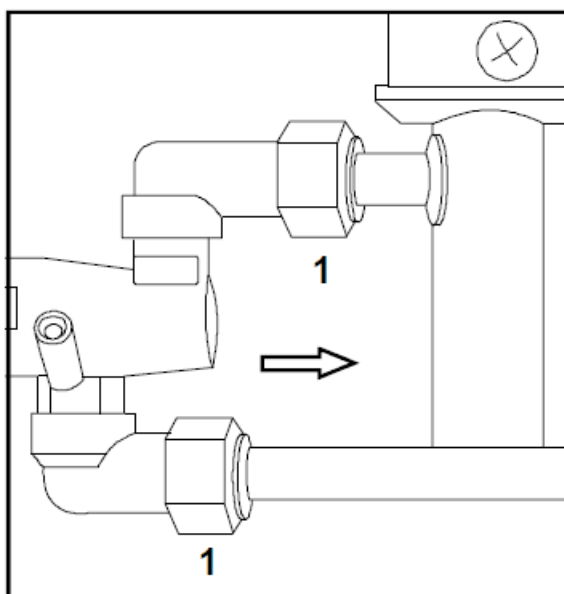

Рисунок 19 – Замена газового вентиля
- Отсоединить вентиль от соответствующих газовых трубок (рисунок 19, поз. 1).